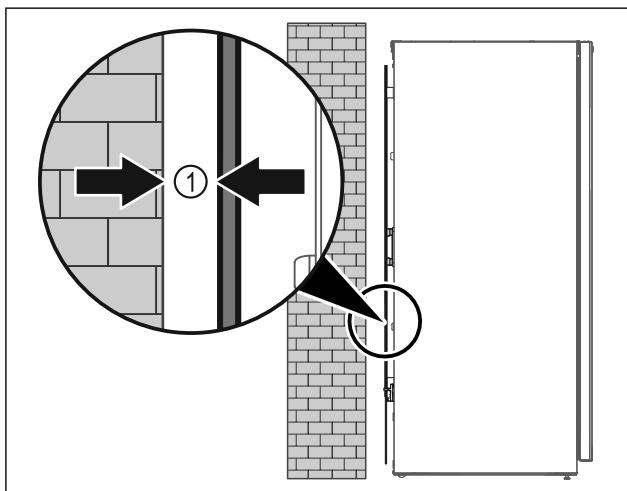

Fig. 10
- Поставити пристрій в приміщенні окремо або безпосередньо до стіни на відстані 5 мм Fig. 10 (1).